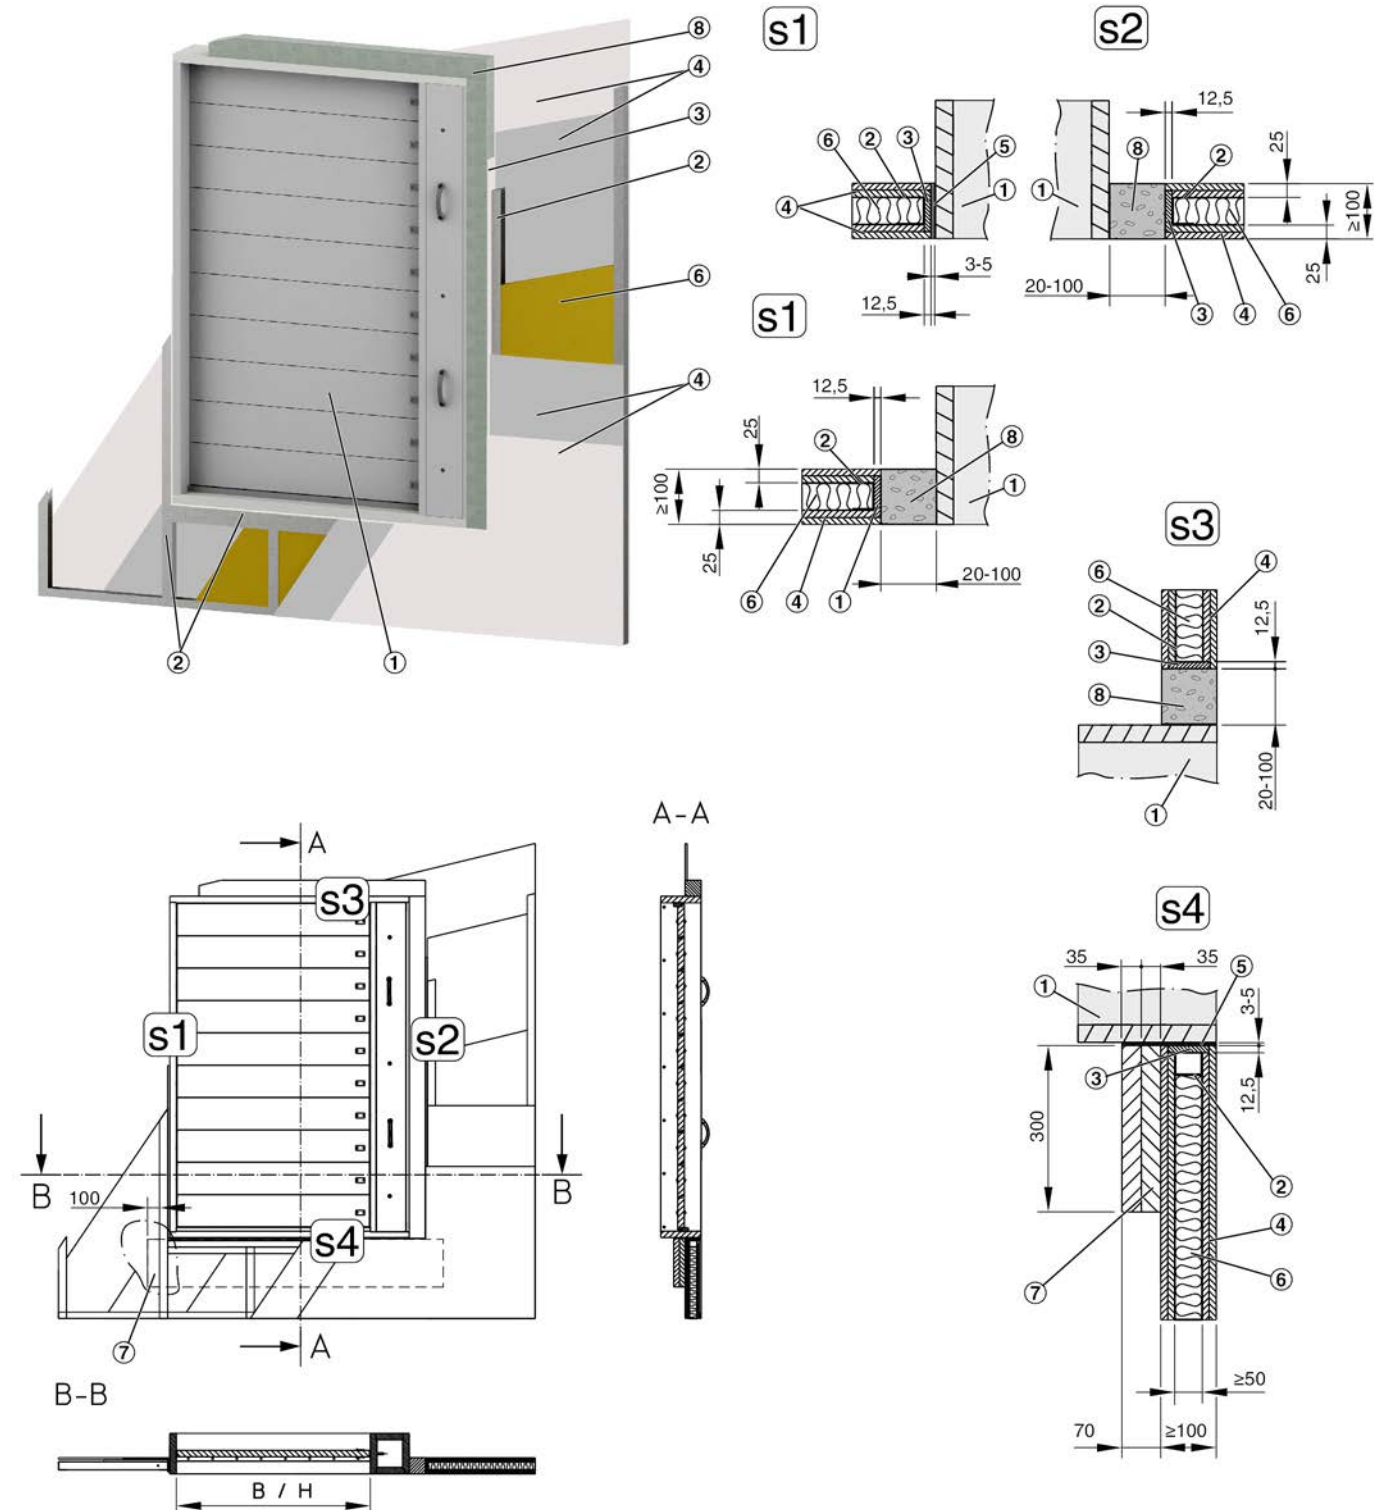

Fig. 27: Montasje i lette skillevegger
2. ▶ Lag trimpaneler (Fig. 27 /3).
3. ▶ Lag forsterkningsbord (Fig. 27 /7):